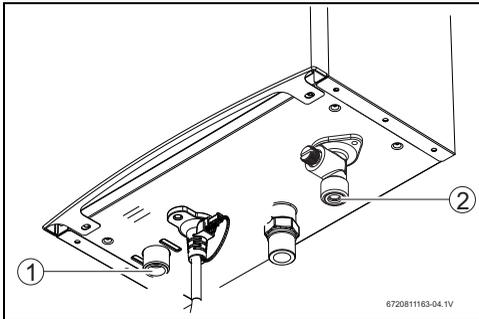

Fig. 13 Conexión de agua
- ▶ Realizar las conexiones de entrada (Fig. 13, [2]) y salida (Fig. 13, [1]) de agua utilizando los accesorios de conexión suministrados o recomendados.